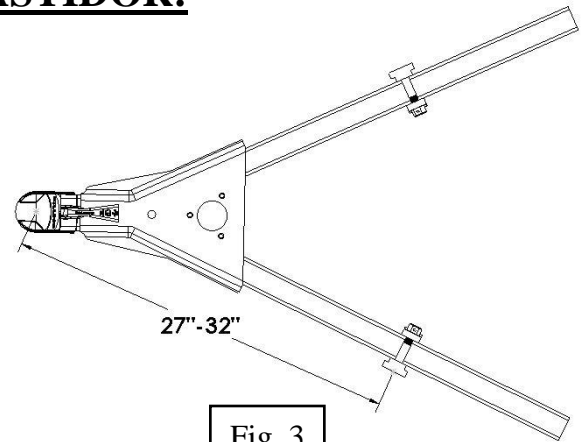
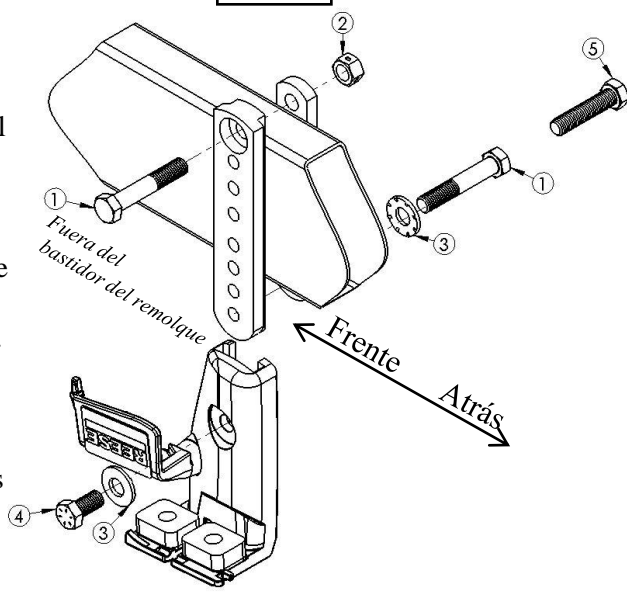

Fig. 3
Fig. 4
- Use la cinta métrica para localizar un punto 27-32" a lo largo del bastidor tipo A desde el centro del acoplador. Marque esta ubicación con un lápiz en ambos lados del bastidor tipo A (Ver Fig. 3)
- Inserte un perno de 5/8" de 3-1/2" (1) a través del orificio grande en la **barra T** y en el único orificio en la **barra de sujeción**.
- Asegure con una tuerca de bloqueo de 5/8" (2) y apriete a mano.
- Deslice la **barra T** y la **barra de sujeción** sobre el bastidor donde se colocó la marca en el paso 1. La **barra T** debe estar ubicada en el exterior del bastidor tipo A con el orificio grande hacia afuera (ver Fig. 4). Permita 1" de distancia en ambos lados de la **barra T**.
- Inserte un segundo perno de 5/8" desde el interior a través de una arandela cónica y la **barra de fijación** y enrósquelo en la **barra T**. Use los orificios más altos no obstruidos por la parte inferior del bastidor (Ver Fig. 4).